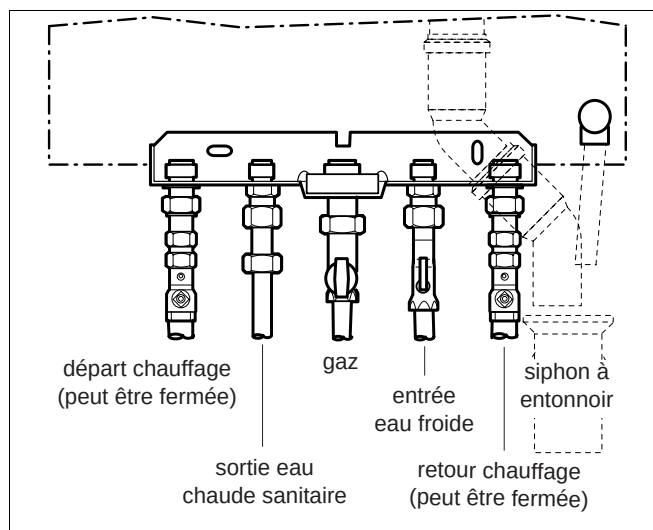
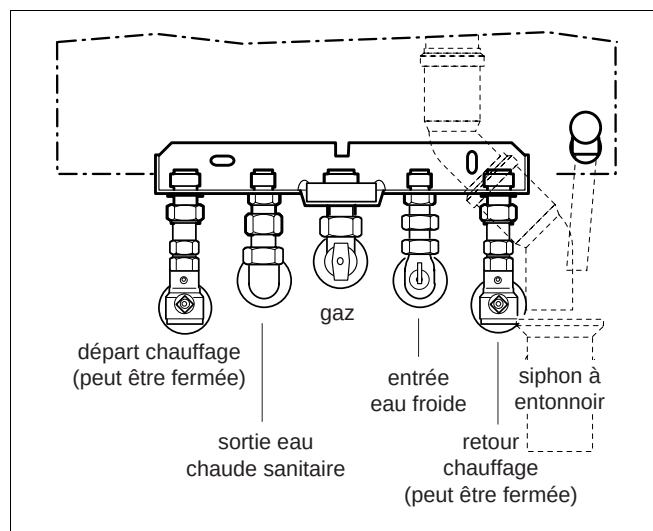

Fig. 3 Raccordements des tuyaux (montage apparent)
Fig. 4 Raccordement des tuyaux (montage encastré)
- Raccorder les tuyaux sans tension (fig. 3 et fig. 4).
- Procéder au raccordement du gaz conformément aux réglementations locales. Installer un robinet d'arrêt pour le gaz (accessoire) avec raccord à visser dans la canalisation de gaz. Raccorder le tuyau sans tension (fig. 3 et fig. 4).
- Fixer, à l'aide d'un serre-câbles, la canalisation d'évacuation du siphon pour l'eau de condensation à la canalisation d'évacuation de la soupape de sécurité (fig. 3 et fig. 4).